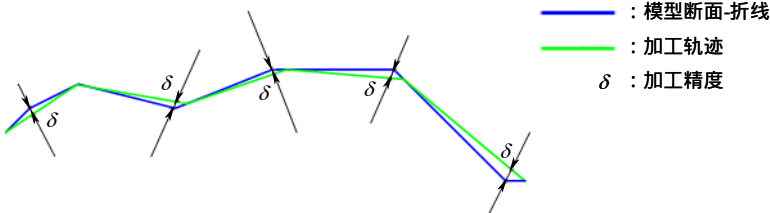

图 7-41 加工精度
(4) 显示真实轨迹 真实轨迹是用宏程序加工时实际要走的轨迹, 它只是作为显示用。真正生成的加工程序仍然是宏程序。
(5) 安全高度 刀具在此高度以上任何位置, 均不会碰伤工件和夹具。
(6) 加工精度 输入模型的加工精度, 如图 7-41 所示。计算模型轨迹的误差小于此值。加工精度越大, 模型形状的误差也增大, 模型表面越粗糙。加工精度越小, 模型形状的误差也减小, 模型表面越光滑, 但是, 轨迹段的数目增多, 轨迹数据量变大。